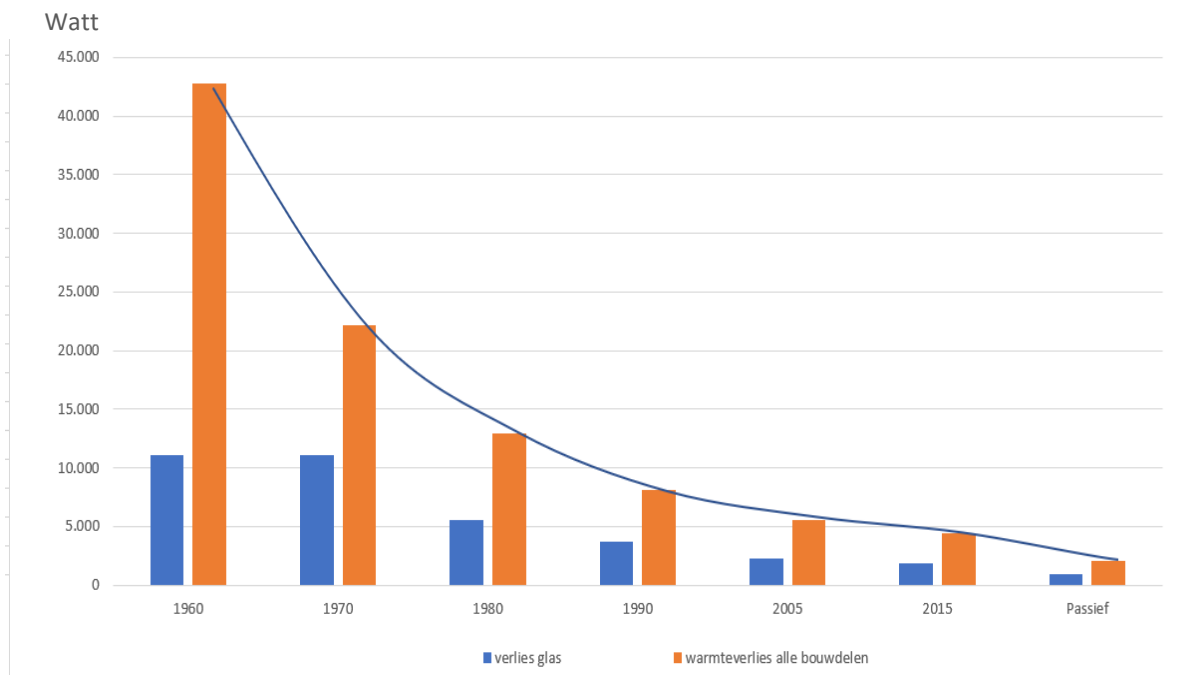

fig. 1. isolatieverliezen naar bouwjaar van woningen vanaf 1960 tot 2030
- A. de gemiddelde isolatiegraad van de gebouwschil: vloer, muren, dak, het glas en staat van ramen en deuren (zie fig. 1)